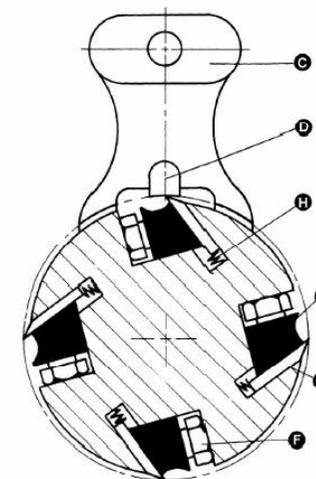

Рис. 19
3. Для контроля и регулировки ножей следует воспользоваться прилагаемым калибром для ножей (**Рис. 19 и 20**), проверять необходимо все четыре ножа. Ножи должны едва касаться низа центрального выступа (**Рис. 19, D**) калибра ножей.
4. При необходимости в регулировке одного или нескольких ножей слегка ослабить прижимную планку ножей (**Рис. 19, E**), вворачивая в планку шесть фиксирующих винтов (**Рис. 19, F**). Достаточно ввернуть винты для снятия усилия в режущей головке без нарушения настройки ножей. Выполнить это для всех остальных четырех ножей одновременно.
5. Поместив калибр над ножом (**Рис. 19, G**), продолжать ослаблять фиксирующие винты (**Рис. 19, F**) до тех пор, пока пружины (**Рис. 19, H**) не начнут поднимать нож.
- После соприкосновения ножа с центральным выступом (**Рис. 19, D**) калибра поджать
6. прижимную планку, слегка выворачивая шесть фиксирующих винтов (**Рис. 19, F**) к пазу.
8. После регулировки всех четырех ножей с поджатыми винтами, вывернуть и затянуть шесть фиксирующих винтов (Рис. 19, F и 20) к пазу, начиная с концевых винтов, затем центральными, до полного закрепления ножа в режущем валу. Тем же способом затянуть остальные три ножа.
3. Для снятия ножа ослабить прижимную планку (Рис. 19, E) (вворачивая шесть фиксирующих винтов (Рис. 19, F) в прижимную планку. Снять прижимную планку (Рис. 19, E), нож (Рис. 19, G) и пружины (Рис. 19, H). ПРИМЕЧАНИЕ: две внутренние пружины могут выскочить при снятых ноже и прижимной планке.
8. Поставить на нож калибр для ножа (*Рис. 19, С*).
9. Удерживая калибр на ноже, ослабить шесть фиксирующих винтов (F), вворачивая их в прижимную планку (E) до тех пор, пока режущая кромка ножа не коснется выступа (D) калибра. Поджать прижимную планку, слегка выворачивая шесть фиксирующих винтов к пазу.
11. После регулировки всех четырех ножей с поджатыми винтами, вывернуть и затянуть шесть фиксирующих винтов (*Рис. 19, F*) к пазу, начиная с концевых винтов, затем центральными, до полного закрепления ножа в режущем валу. Тем же способом затянуть остальные три ножа.